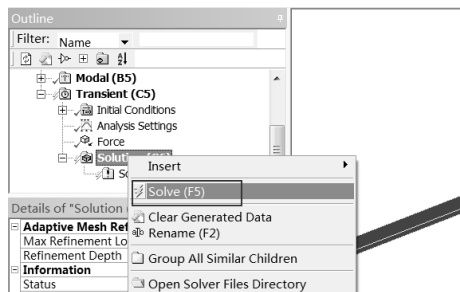

图 9-42 计算求解
Step8：如图 9-42 所示，在 Transient (C5) 选项上右击，在弹出的快捷菜单中选择 Solve 命令，此时会弹出进度显示条，表示正在求解，当求解完成后进度条自动消失。